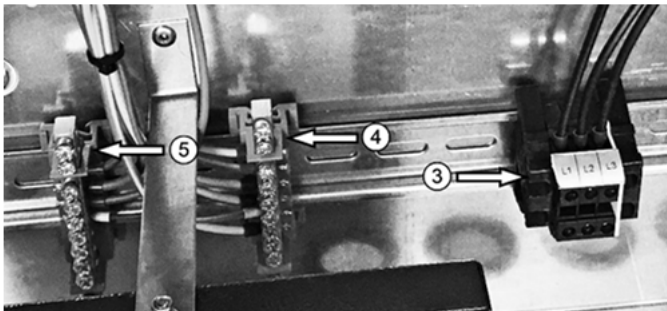

Abb. 21: Klemmleisten X1.1 ③, Schutzleiter PE (grün) ④ und Null-Leiter N (blau) ⑤
- ➔ Schließen Sie den Schutzleiter der Heizkreispumpe an die Klemmleiste PE an (s. Abb. 21).
- ➔ Schließen Sie das Netzkabel für die Außeneinheit gem. Abb. 21 an die Klemme L1 der Klemmleiste X1.1 ③ an sowie bei ecoWP 10Xe +15Xe zusätzlich an L2 und L3.
- ➔ Schließen Sie den Schutzleiter PE sowie den Null-Leiter N des Netzkabels für die Außeneinheit gem. Abb. 21 an die Klemmleisten Schutzleiter (grün) ④ und Null-Leiter (blau) ⑤ an